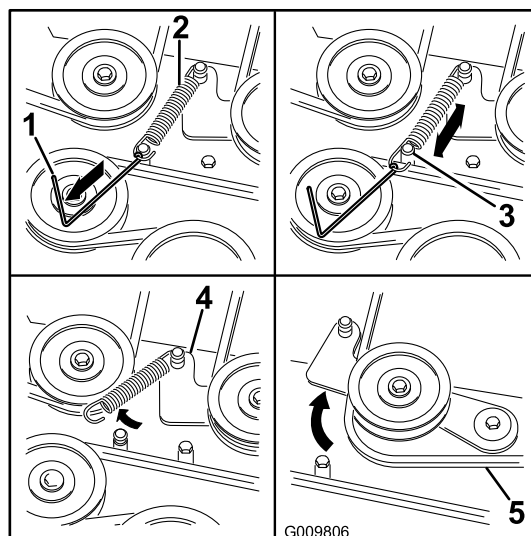

Figure 67
5. À l'aide d'un outil de dépose de ressort (réf. Toro 92-5771), décrochez le ressort de l'ergot sur le tablier pour éliminer la tension sur la poulie de tension (Figure 67).
8. Acheminez la courroie neuve autour des poulies du tablier de coupe et de la poulie d'embrayage, sous le moteur (Figure 67).
9. À l'aide d'un outil de dépose de ressort (réf. Toro 92-5771), accrochez le ressort à l'ergot situé sur le tablier, ce qui a pour effet d'exercer une tension sur la poulie de tension et la courroie du tablier de coupe (Figure 67).